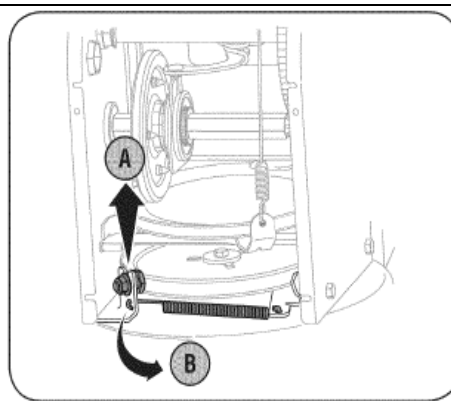

Рис. 27
6. Снимите ремень следующим образом (См. Рис. 27):